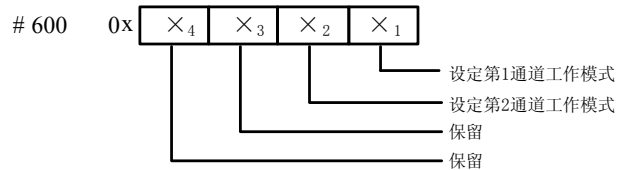

图 2-1 模式设定单元与通道对应关系
6. BFM#600: 模式设定单元。用于设定第 1 通道到第 2 通道的工作模式。具体对应关系如图 2-1 所示。